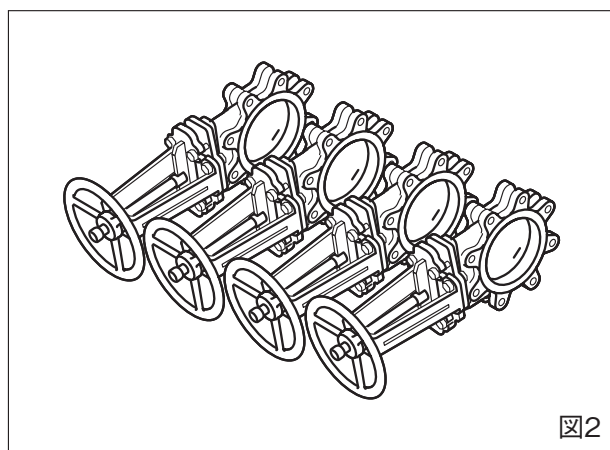

図2
- ❗ ■**開梱保管**：開梱された状態で保管される場合は、本体及び駆動部・付属品に無理な力がかからない状態で保管してください。また、必ずシートをかけ、ホコリ等を防いでください。（図 2）